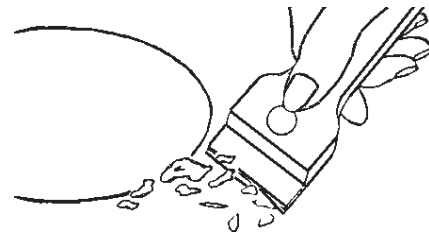

Fig.3
N.B. - Nous recommandons l'utilisation de récipients à fond plat (Fig.3) d'un diamètre égal ou légèrement supérieur à celui de la zone chaude;